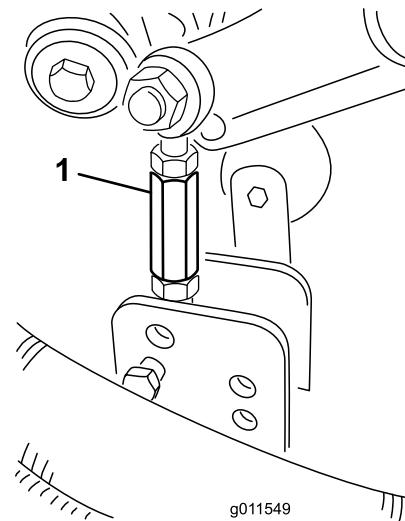

Figure 30
9. Enlevez les goupilles fendues et les axes de chape qui fixent les biellettes d'amortisseur aux supports du plateau de coupe (Figure 30).